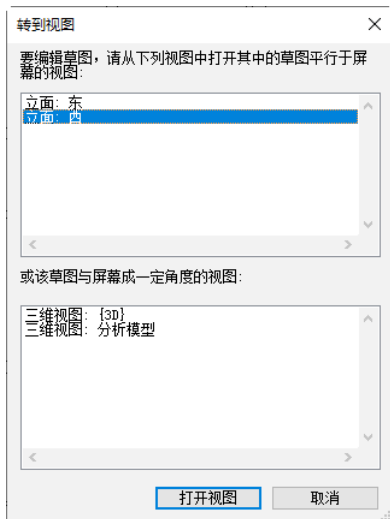
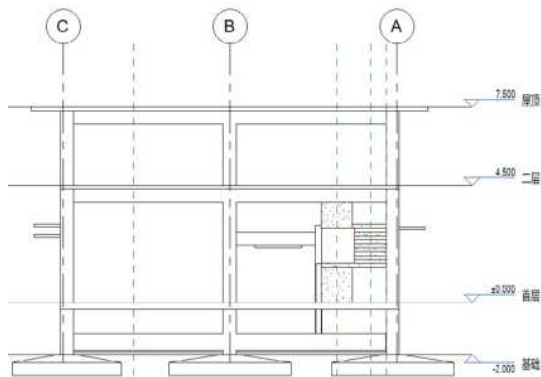

图 15-115 “转到视图”对话框
图 15-116 西立面视图
(4) 在视图选择步骤(3)创建的参照平面。打开“转到视图”对话框, 如图 15-115 所示, 选择“立面: 北”视图, 单击“打开视图”按钮, 将视图转换到西立面视图的参照平面截面, 如图 15-116 所示。
(5) 单击“结构”选项卡“钢筋”面板中“钢筋”按钮, 打开“修改|放置钢筋”选项卡, 单击“绘制钢筋”按钮, 打开“修改|在当前工作平面中绘制钢筋”选项卡, 选择图 15-116 中右侧 3000 高的雨搭为放置钢筋的主体。